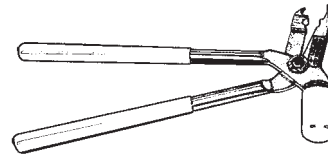

Figura 3 - Alicates
**Alicates para pesos** (Figura 3).